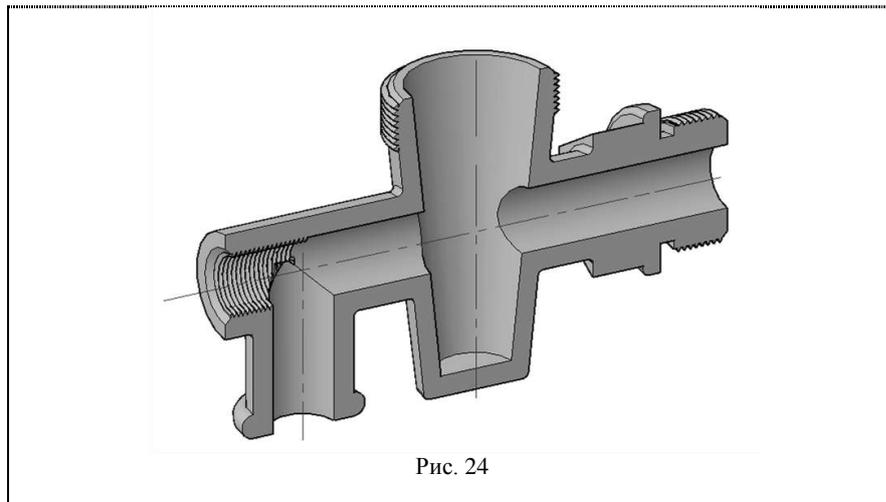

Рис. 24
Рассмотрим выполнение эскиза корпуса крана (рис.24).
3. За главный принимается вид как на рис. 24.